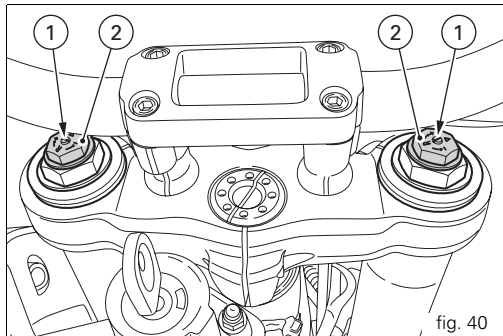

fig. 40
- 1) pour modifier le frein hydraulique en extension (fig. 40) ;
- 2) pour modifier la précontrainte des ressorts intérieurs (fig. 40) ;
Pour modifier la précontrainte du ressort à l'intérieur de chaque tube de fourche, tourner l'élément de réglage à tête hexagonale (2, fig. 40) à l'aide d'une clé six-pans de 22 mm.